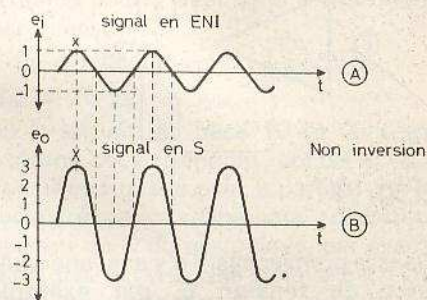

Fig. 2
Les deux signaux sont représentés à la figure 2. En (A) le signal d'entrée de 1 V crête, variant entre -1 et $+1$ V, donc ayant une tension crête à crête de 2 V. En (B), le signal de sortie est de 3 V (ou 6 V crête à crête). Il varie dans le même sens car les zéros, les maxima et les minima, se produisent aux mêmes temps. Par exemple, au minimum x de e_i correspond un maximum X de e_o .